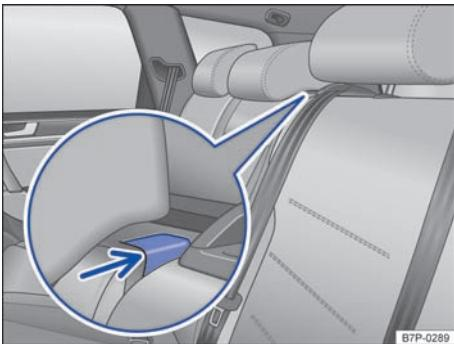

图 122 在后座椅靠背中: 解锁按钮
- 向下按压解锁按钮 → 图 122 (箭头)，然后将后座椅靠背的中间部分向前翻转到底。